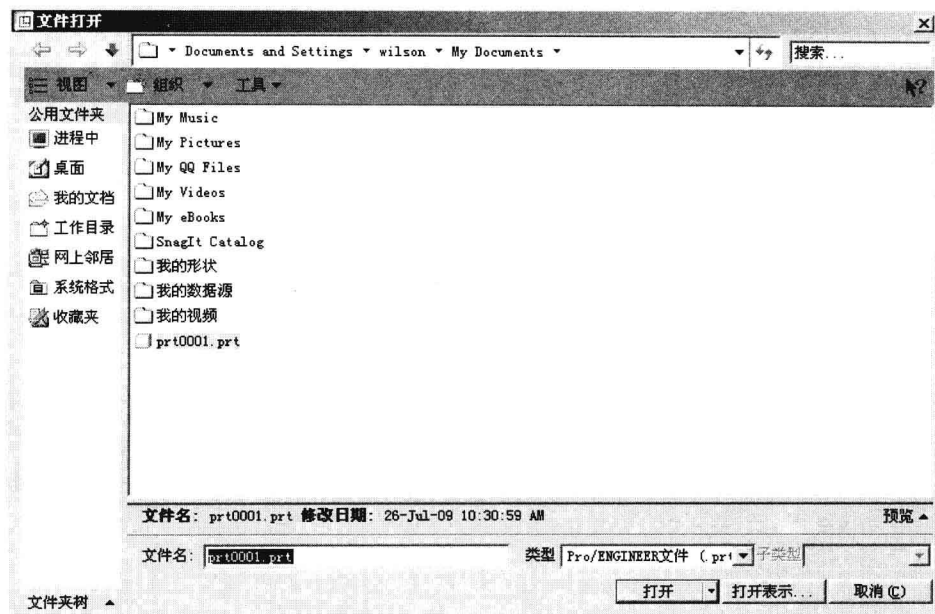

图 1-17 【文件打开】对话框
① 选择菜单栏中的【文件】|【打开】命令，打开【文件打开】对话框，如图 1-17 所示。在【查找范围】下拉列表框中选择要打开的路径，然后在【名称】文本框中输入要打开文件的名称或单击选择文件，最后单击【打开】按钮即可。